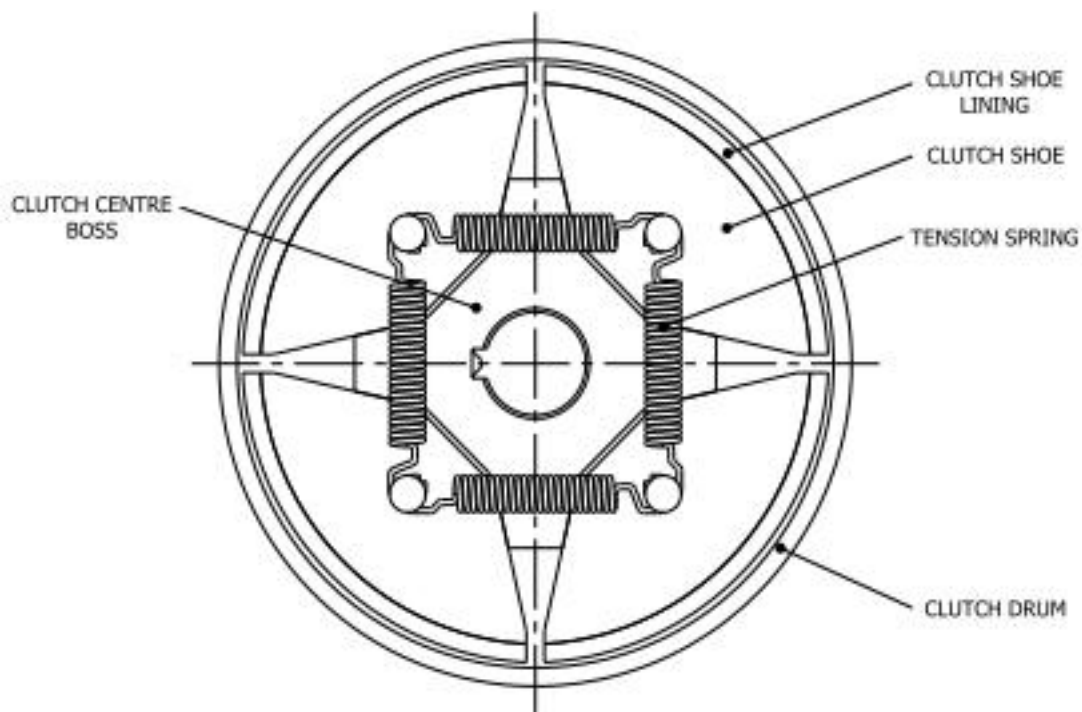

Figure 6.6 : Montage de la masselotte de l'embrayage centrifuge
- Vérifiez l'usure des garnitures de la masselotte d'embrayage; si son épaisseur est inférieure à 2 mm ou si elle est de niveau avec les têtes de rivets, ou si la garniture a été salie par de l'huile, elles doivent être remplacées. Voir figure 6.6 : Montage de la masselotte d'embrayage centrifuge.